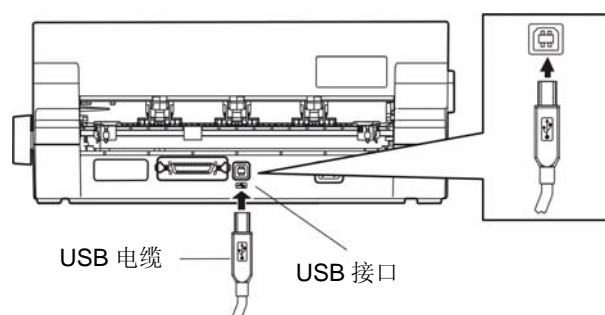

图 2-10 连接 USB 口打印电缆
1. 将 USB 接口电缆的 A 端插头（方型）插进打印机的 USB 接口插座中（如图 2-10 所示）。